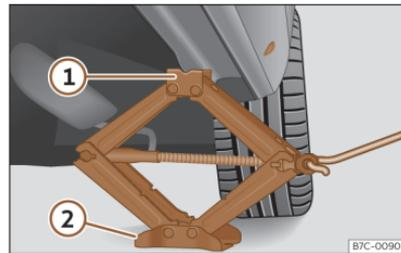

Fig. 202 Larguero: colocación del gato del vehículo.
- Gire la manivela del gato, situado bajo el punto de apoyo del larguero, para elevarlo hasta que la pestaña ① >>> **fig. 202** quede situada bajo el alojamiento previsto.
- Alinee el gato de modo que la pestaña ① “agarre” en el alojamiento previsto del larguero y la placa base móvil ② quede apoyada en el suelo. La placa base ② debe caer en la vertical respecto al punto de apoyo ①.